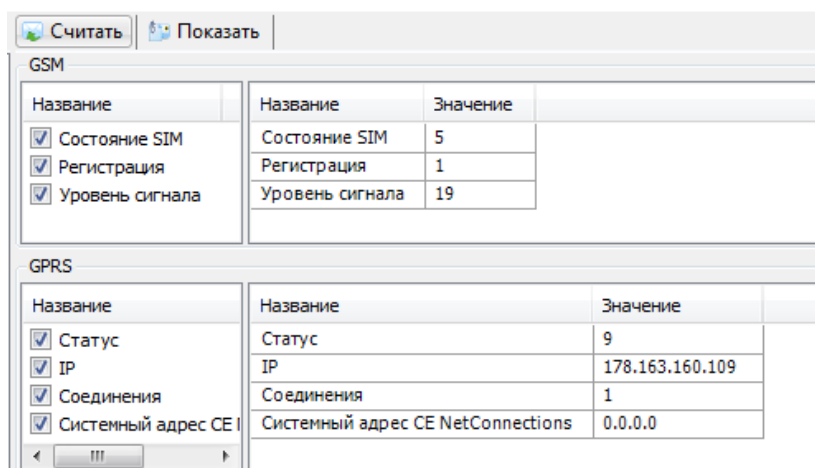

Рисунок 3.6.1 - Вкладка «Состояние GSM/GPRS»
3.6.1 Во вкладке (рисунок 3.6.1) отображается информация о состоянии GSM модуля.